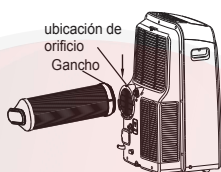

Fig. 17
2. Inserte el gancho de la manguera de escape en el orificio de la salida de aire y deslice hacia abajo la manguera de escape a lo largo de la dirección de la flecha (Ver la Fig. 17) para su instalación.